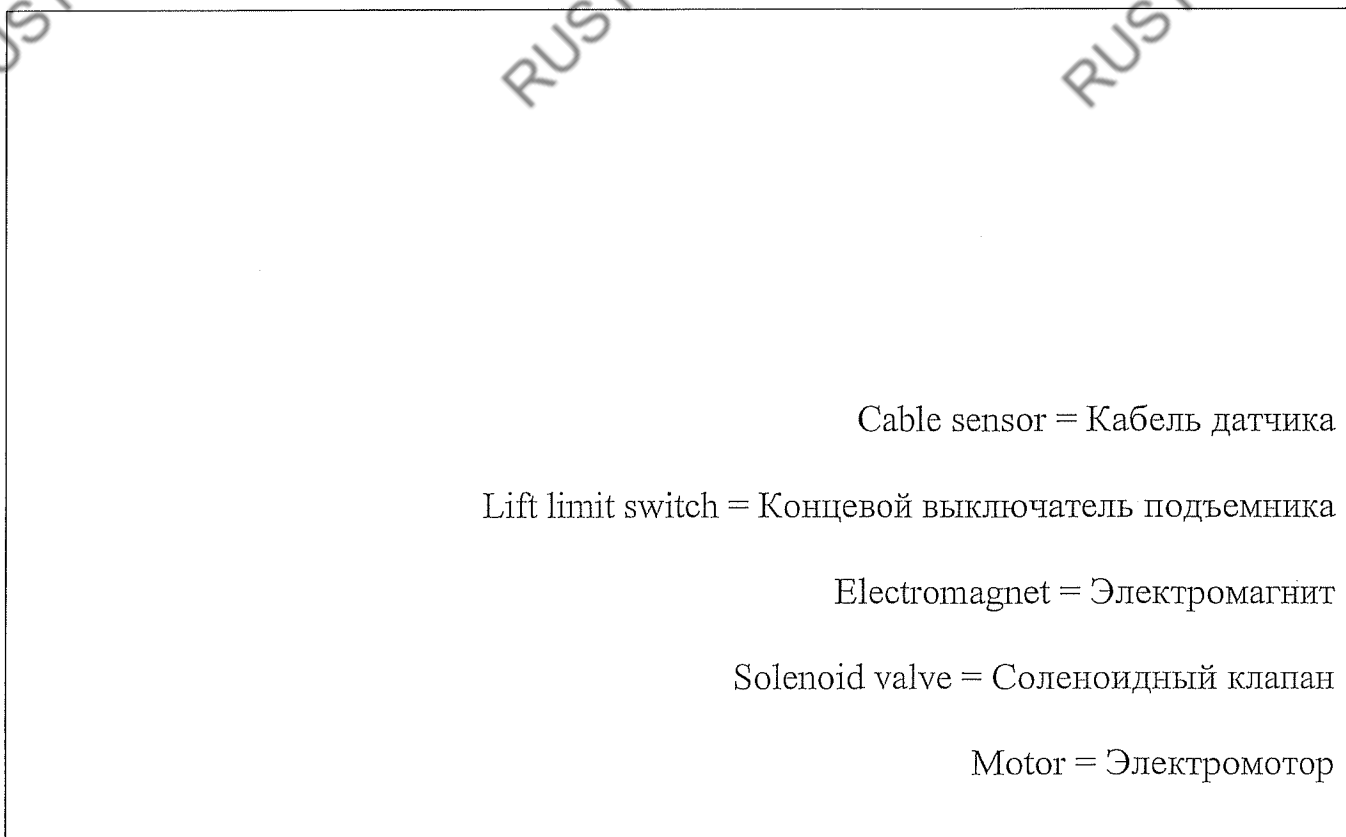

Рис. 47. Электрическая схема подключения пульта управления.
2). Подключите провода системы электропитания и системы управления к клеммам на пульте управления подъемником, как показано на Рис. 47, поз. «А», пропуская электрические кабели через отверстия в стойке, и следуя указаниям на схемах подключения, приведенных на стр. 10 и 11.